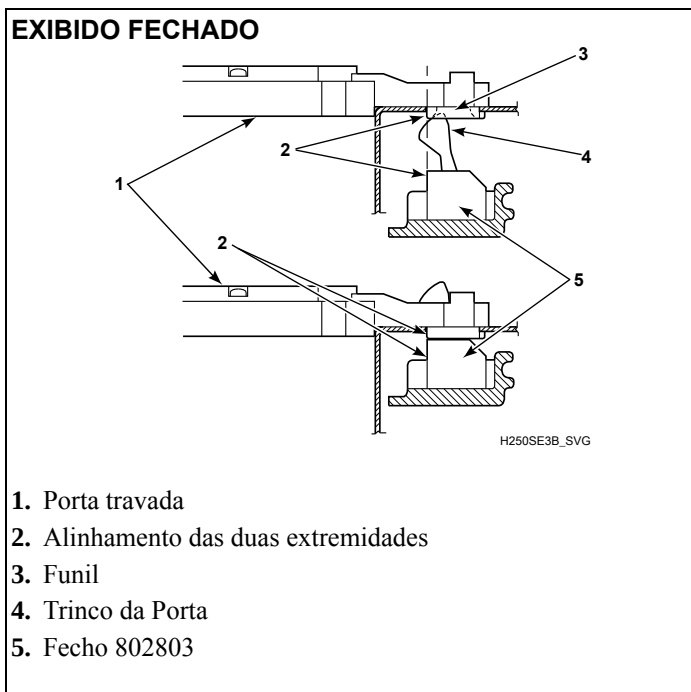

Figura 10
6. Ajuste o fecho da porta para que a borda externa fique alinhada com a borda da trava. Consulte *Figura 10*.
7. Inspeção visualmente se o fecho da porta engata adequadamente ao funil da montagem do interruptor/trinco da porta. Consulte *Figura 10*.